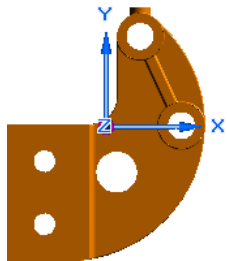
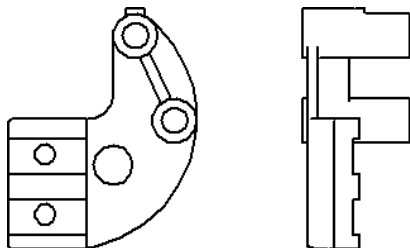

图 10.4.2 定义视图方位
图 10.4.3 创建基本视图
(1) 单击 **图纸视图** 区域的“视图向导”按钮 ，系统弹出“选择模型”对话框。在 **查找范围(F):** 下拉列表中选择目录 D:\sest4.12\work\ch10\ch10.04，然后选择“support_base”模型，单击  **打开(O)** 按钮。
(2) 此时系统弹出“图纸视图创建向导”对话框，单击  **下一步(N) >** 按钮，然后单击  **定制(C)...** 按钮，采用图 10.4.2 所示的方位，单击  **关闭** 按钮。
(3) 在“图纸视图创建向导”对话框 **图纸视图布局** 区域确认  按钮和  处于按下状态，然后单击  **完成(F)** 按钮。
(4) 在“视图向导”命令条中单击  按钮，确认视图比例为 **1:4**。将鼠标放在图形区，会出现视图的预览，选择合适的放置位置单击以生成基本视图，然后将视图的位置进行调整，结果如图 10.4.3 所示。